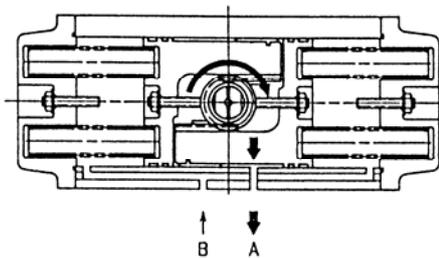
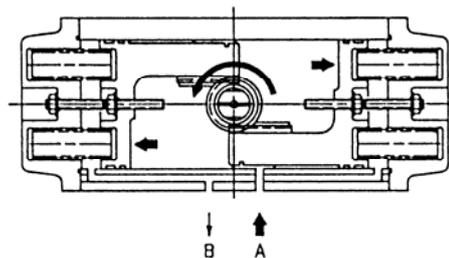

图 6-3. 阀闭方向
图 6-4. 阀开方向
如图 6-4 所示，从气源接口 A 向气缸通入压缩空气，该气压作用于活塞，使活塞压缩弹簧 (117) 向箭头所指方向移动，活塞导向部位上的齿条带动与输出轴一体的小齿轮，使输出轴向逆时针方向旋转（箭头方向）。该旋转通过连接件传送到本体部的阀杆，使阀板向开启的方向动作。这时，由于弹簧室容积变化而产生的多余空气由排气口 B 排出。
在图 6-3 中，从排气口 A 排出在图 6-4 中通入的压缩空气，弹簧的回复力使活塞向相反方向移动，则输出轴和阀杆向顺时针方向旋转（阀闭方向）。